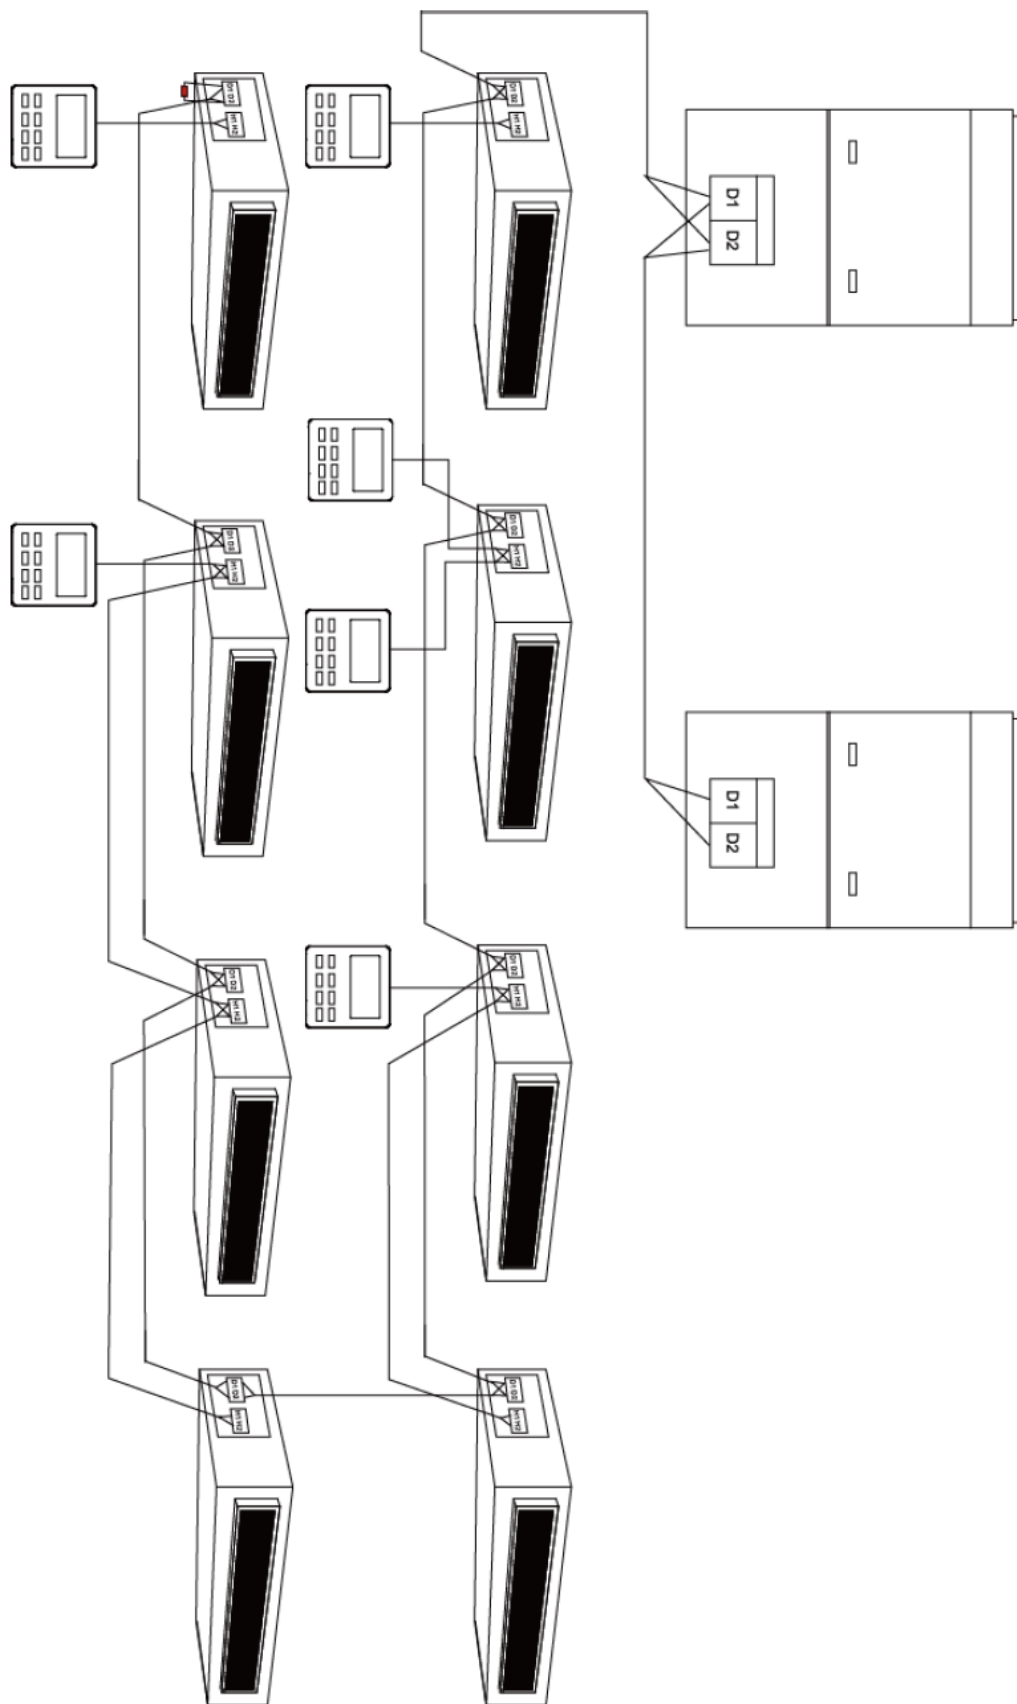

Рис. 5.5.
- (1) Сигнальный кабель между внутренним блоком и наружным блоком (или внутренним блоком) подключается к клеммам D1, D2.
- (2) Проводной пульт подключается к клеммам H1, H2.
- (3) К одному внутреннему блоку может быть подключено два проводных пульта. В это случае один из них должен быть настроен как главный, а второй – как вспомогательный.
- (4) Один проводной пульт может одновременно управлять работой 16 внутренних блоков (как показано на рис. 5.5.).